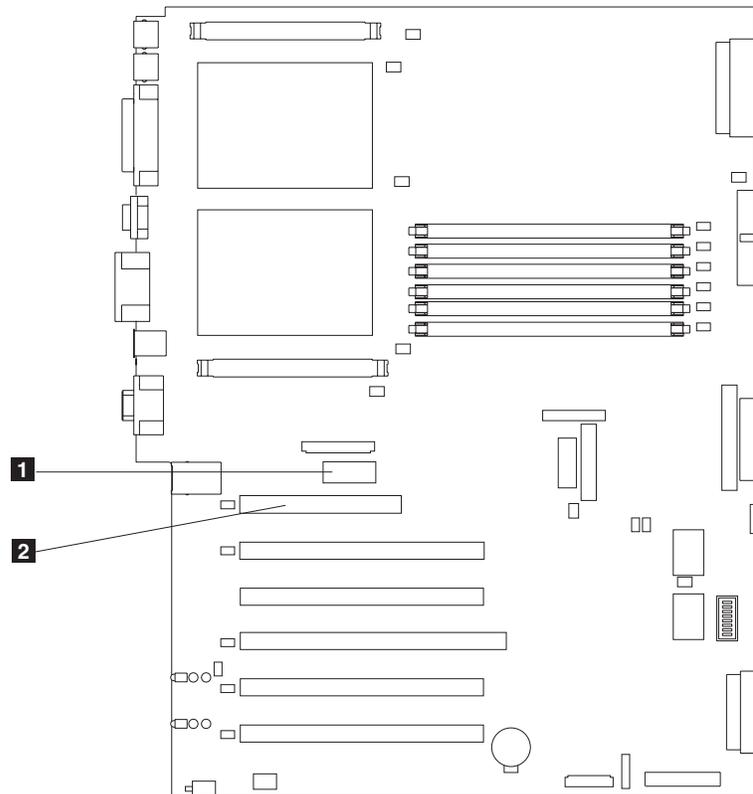

Figure 83. Connecteurs de la carte RSA (Remote Supervisor Adapter) sur la carte mère
- b. Connectez l'autre extrémité du câble au connecteur de gestion de système (J27) sur la carte mère. L'élément **1** de la figure 83 à la page 107 indique l'emplacement du connecteur de gestion de système sur la carte mère.